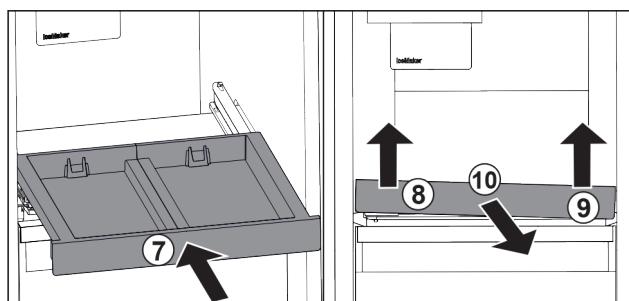

Fig. 25
- ▶ Zasuňte vysouvací přihrádku. Fig. 25 (7)
- ▶ Vysouvací přihrádku vpředu vlevo nadzvedněte. Fig. 25 (8)
- ▶ Vysouvací přihrádku vpředu vpravo nadzvedněte. Fig. 25 (9)
- ▶ Odeberte vysouvací přihrádku směrem dopředu. Fig. 25 (10)